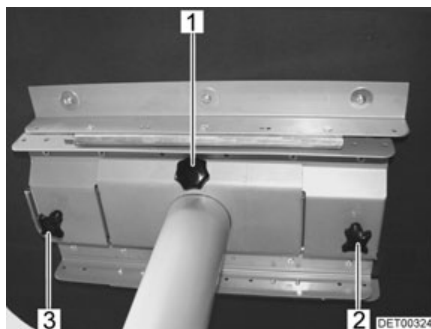

Fig. 87 Table fixe (vue de dessous)
- Dévisser les vis de fixation (Fig. 87,2 et 3).
- Dévisser la vis de fixation (Fig. 87,1).
- Desserrer les vis moletées (Fig. 87,2 et 3).